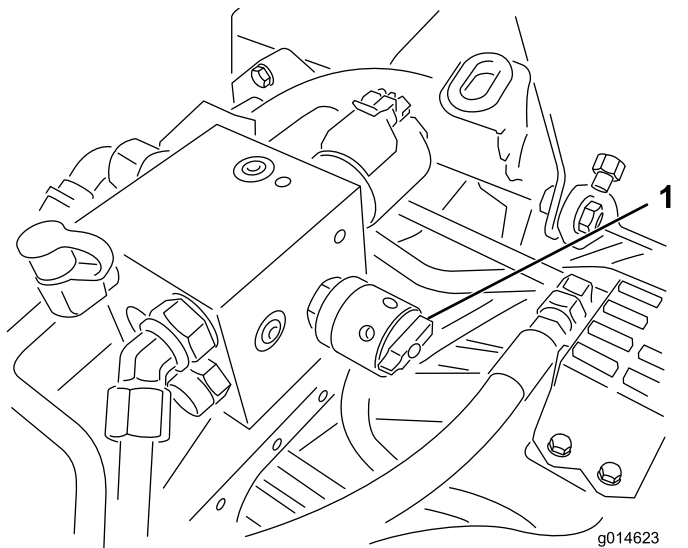

图53
- 要调节滚刀的速度请旋转旋钮图53直至指示器箭头与在步骤3中确定的数字对齐。
6. 将滚刀速度控制杆旋转至设置 1 图53。